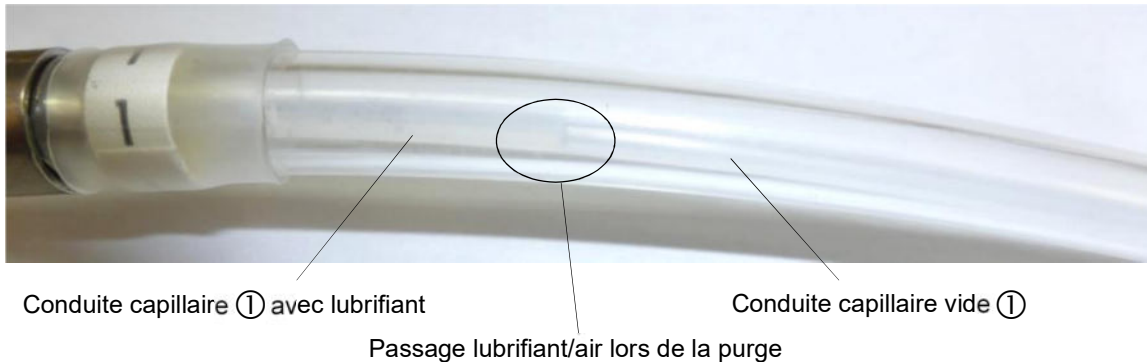

Fig. 18 : La conduite capillaire ① se remplit de lubrifiant pendant la purge
8.2.6 Actionner la tige de piston manuellement. Pour ce faire, pressez la butée d'extrémité de la micro-pompe de dosage (fig. 10) environ 20 fois contre la vis micrométrique. Lorsque la conduite capillaire ne contient pas de lubrifiant (fig. 18 ① tuyau de pression interne de la conduite d'alimentation coaxiale), le lubrifiant pénètre visiblement dans la conduite capillaire après environ 18 courses et le système hydraulique ne contient pas d'air.